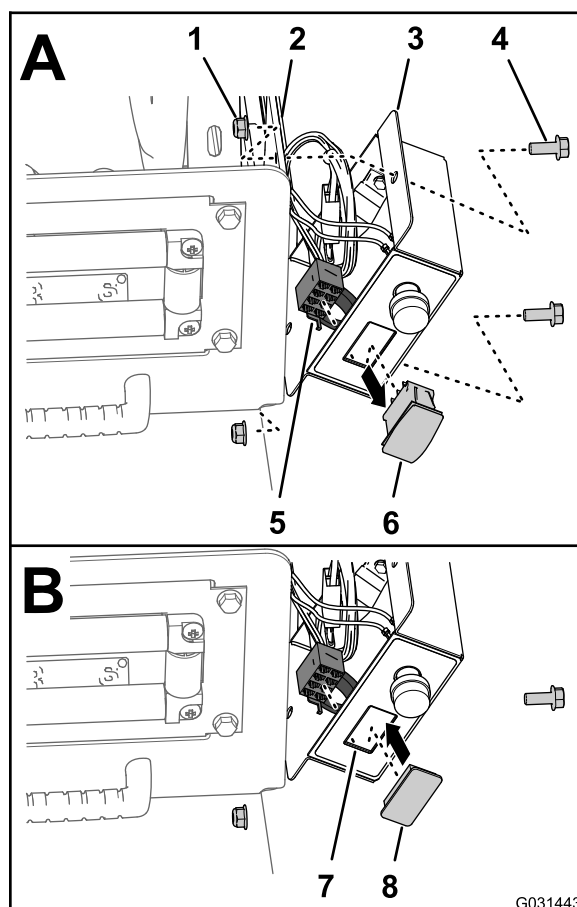

Figura 20
comando alla piastra di montaggio dei cilindri (Figura 20).
2. Scollegate il connettore a 8 prese del cablaggio della scatola di comando dall'interruttore di comando della pressione (Figura 20).
3. Disponete il connettore a 8 prese all'interno della scatola di comando (Figura 20).
4. Spremete le alette di bloccaggio dell'interruttore di comando della pressione e premete l'interruttore fuori dalla scatola di comando (Figura 20).
5. Allineate il tappo dell'interruttore sull'apertura nella scatola di comando dove avete rimosso l'interruttore (Figura 20).
6. Inserite il tappo dell'interruttore nella scatola di comando, fino a quando il tappo non scatta nel coperchio in modo sicuro (Figura 20).
7. Allineate la scatola di comando alla piastra di montaggio dei cilindri (Figura 20) e fissate la scatola alla piastra con i 2 bulloni (5/16" x 3/4") e i 2 dadi di bloccaggio (5/16").